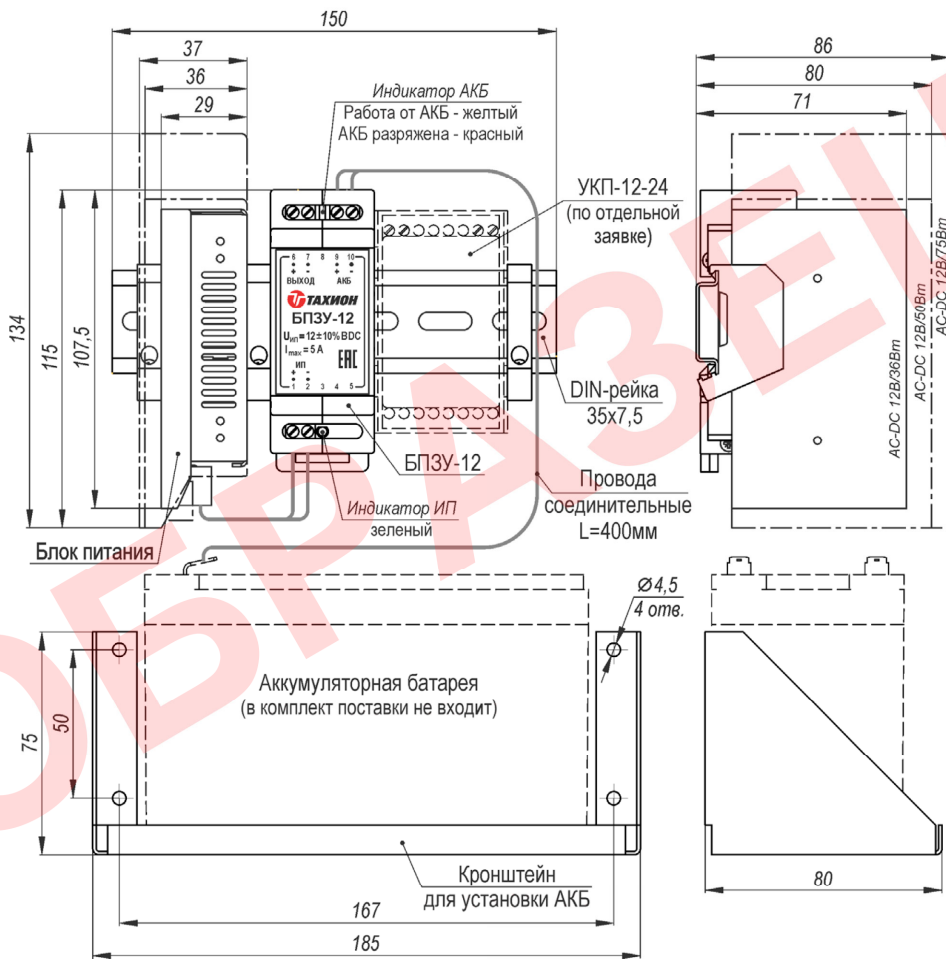
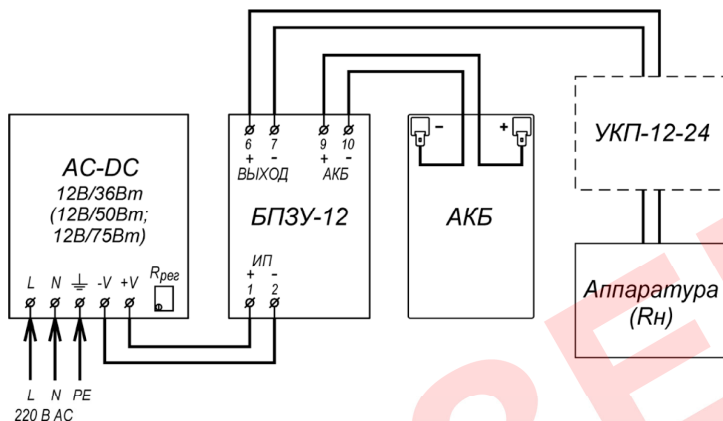

Рисунок 1 – Устройство, габаритные и установочные размеры
Рисунок 2 – Схема электрическая принципиальная
12. Габаритные размеры .....	см. рисунок 1
Подключение цепей изделий производится в соответствии со схемой электрической принципиальной (рисунок 2). Для подключения необходимо:
2. Установить аккумуляторную батарею на кронштейн (рисунок 1) и подключить ее проводами соединительными к контактам 9 (+) и 10 (-) БПЗУ-12, соблюдая полярность.
4. Подать трехпроводным кабелем напряжение питания 220 В AC на соответствующие контакты блока питания, при этом фазный провод (L) соединить с контактом L, нулевой провод (N) с контактом N, а провод заземления соединить с контактом  $\perp$ .
5. При необходимости отрегулировать значение выходного напряжения при помощи потенциометра «Rрег» (рисунок 2).